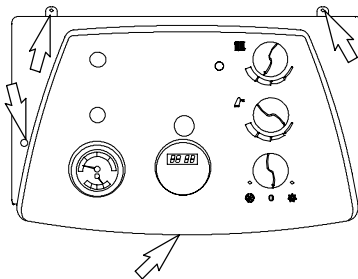

Fig. 6.2
- 9 Dévisser les vis du tableau de commande comme indiqué dans la Fig. 6.2 et enlever le panneau avant.